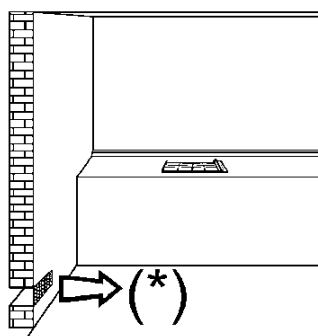
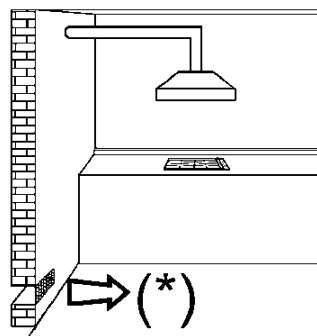
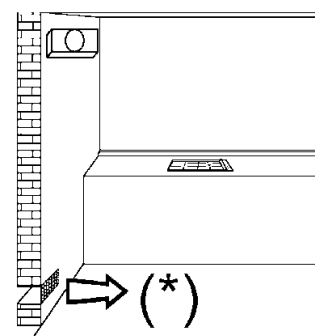

FIG. 3
FIG. 4
FIG. 5
- *l'utilisation d'un appareil de cuisson à gaz produit de la chaleur et de l'humidité dans le local où il est installé. Il faut donc assurer une bonne aération du local sans encombrer les ouvertures de ventilation naturelle (fig. 3) et activer le dispositif mécanique d'aération (hotte d'aspiration ou électro-ventilateur fig. 4 et fig. 5).*
Le local où est installé l'appareil doit être ventilé en permanence pour garantir le bon fonctionnement de l'appareil. La quantité d'air nécessaire est celle utilisée par la combustion des gaz et par la ventilation de la pièce dont le volume devra être au moins de 20 m3. L'aération naturelle directe doit être assurée par des ouvertures permanentes d'une section minimum de 100 cm2 (voir fig. 3) aménagées sur les parois extérieures de la pièce. Il ne doit pas être possible d'obstruer ces ouvertures.
Les tables de cuisson doivent toujours évacuer les produits de la combustion dans des hottes reliées à des conduits ou débouchant directement à l'extérieur (voir fig. 4). Lorsqu'il n'est pas possible de monter une hotte, vous pouvez utiliser un ventilateur installé sur la fenêtre ou sur une paroi donnant vers l'extérieur, dans le respect des normes en vigueur sur l'aération de la pièce. Ce dispositif sera mis en marche en même temps que l'appareil (voir fig. 5).